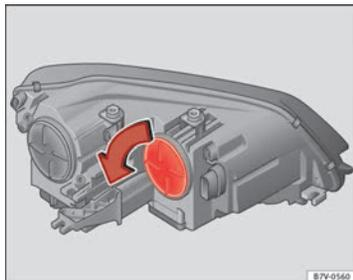

Fig. 207 En el vano motor: Cubierta del intermitente.
3.	Gire la cubierta → fig. 207 en el sentido de la flecha y extráigala.
8.	Gire la cubierta → fig. 207 hasta el tope en sentido contrario al de la flecha.